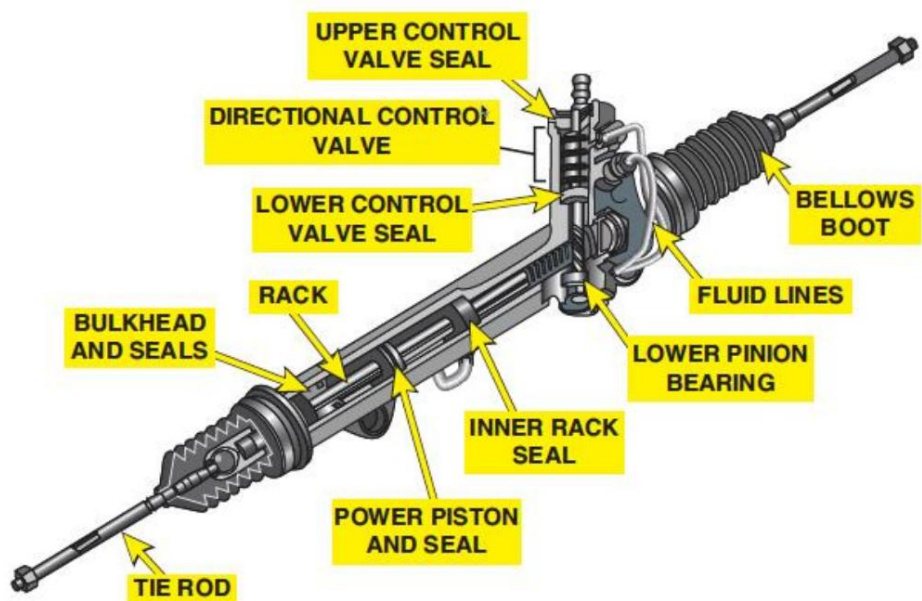

Figura 18. Las fugas de líquido de los sellos internos provocarán fugas de líquido de las fundas del bastidor.
- Fugas/especialmente en racks de potencia Figura 18.